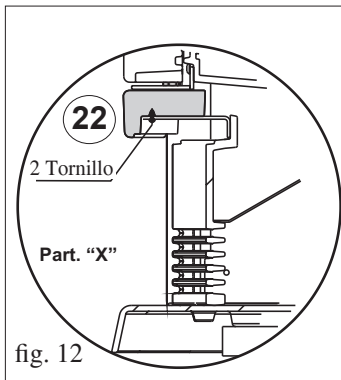

fig. 12
- Desatornillar con la llave Allen suministrada los tornillos de tope de la rejilla inferior en fundición (43) y extraerla.
- Posicionar la parte frontal (22) y fijarla con los 2 tornillos M6x12 (utilizando llave Allen) como se indica en la figura "X" (fig. 12).